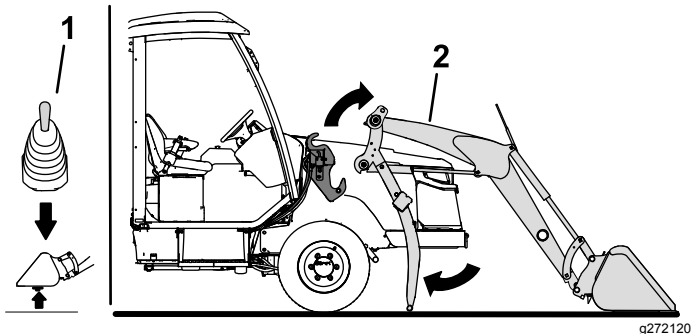

Рисунок 46
4. С помощью джойстика погрузчика поднимите стрелы погрузчика, чтобы освободить их из креплений рамы погрузчика (Рисунок 46).